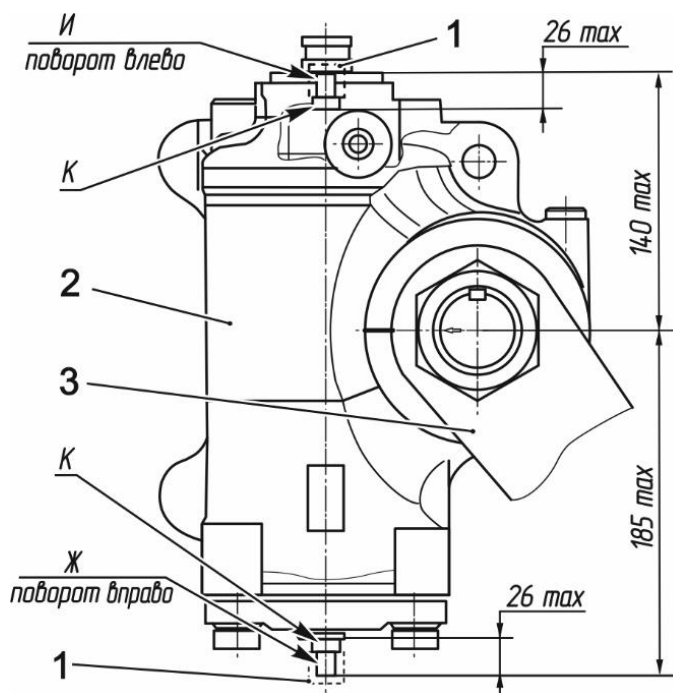

**Рис. 11.9** Элементы и параметры регулировки концевых выключателей рулевого механизма
**Внимание!** При регулировке не допускается превышение максимального размера по вылету регулировочных винтов «Ж» и «И» более 26 мм от торца резьбового отверстия или 185 мм и 140 мм от оси выходного вала рулевого механизма соответственно (рис. 11.9).